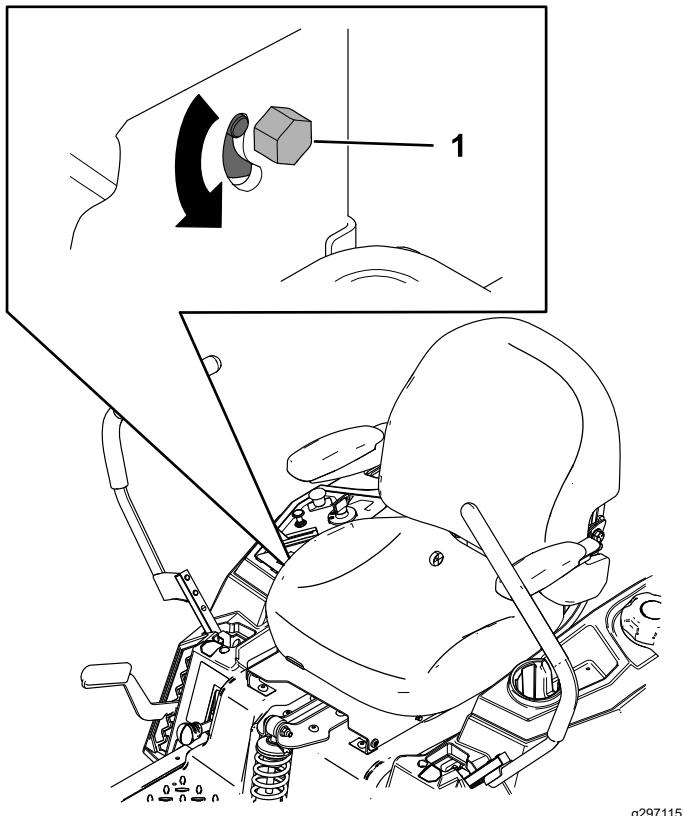

Figura 49
- Localice el perno de ajuste de la dirección cerca de la palanca de control de movimiento del lado que debe ajustarse (Figura 49).